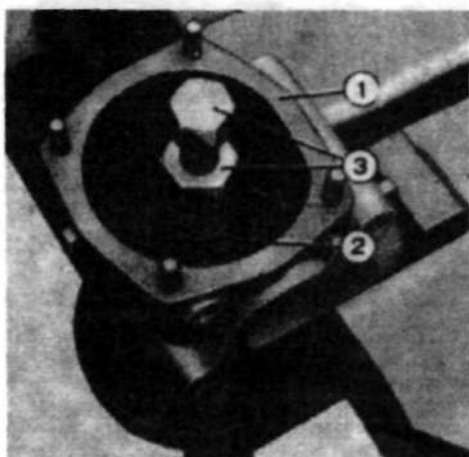

Рис. 2.6. Снятие крыльчатки водяного насоса с помощью специального инструмента (раздел 9):
6. Если требуется полная разборка насоса, следует выполнить следующее. С помощью подходящего съемника (см. рис. 2.6) снять крыльчатку насоса с ведущего вала.